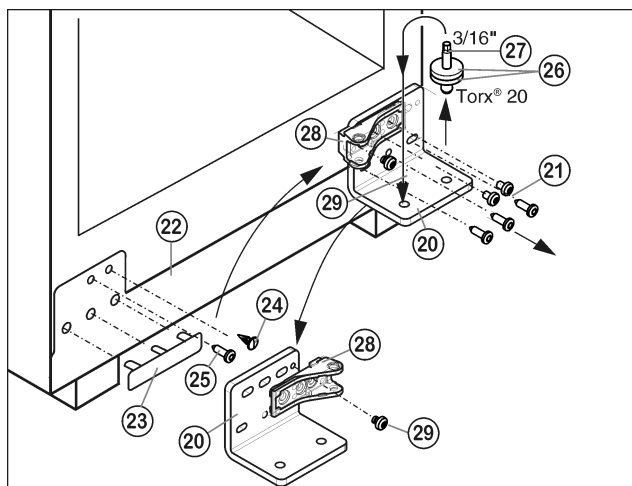

Fig. 21
- Dévisser la charnière Fig. 21 (20) avec le pivot Fig. 21 (27) (3 x Torx 25) Fig. 21 (21) tout en tenant le panneau Fig. 21 (22) afin qu'il ne tombe pas.
- Soulever avec précaution le cache côté poignée Fig. 21 (23) et le bouchon Fig. 21 (24) et les mettre de l'autre côté.
- Dévisser la vis Fig. 21 (25) et la mettre de l'autre côté, tout en tenant le panneau afin qu'il ne tombe pas.
- Dévisser l'élément pivotant Fig. 21 (28) et le revisser Fig. 21 (29) tourné à 180°.
- Dévisser le pivot Fig. 21 (27), le mettre de côté avec la rondelle et l'anneau Fig. 21 (26) et visser avec un couple de serrage de **3 lb-ft (4 Nm)**.
- Placer le support d'appui Fig. 21 (20) sur le nouveau côté charnière en utilisant une visseuse sans fil si nécessaire, le revisser Fig. 21 (21) avec un couple de serrage de **3 lb-ft (4 Nm)**. Fixer d'abord la vis du milieu inférieure, puis les autres vis.
- S'assurer que les rondelles Fig. 21 (26) sont placées sur le pivot inférieur Fig. 21 (27).
- Placer la porte par le haut sur le pivot inférieur Fig. 21 (27).
- ▶ Dévisser la vis du milieu de la charnière inférieure Fig. 21 (20).
- ▶ Aligner éventuellement la porte par rapport aux deux trous oblongs de la charnière inférieure Fig. 21 (20) pour qu'elle affleure avec l'habillage de l'appareil.